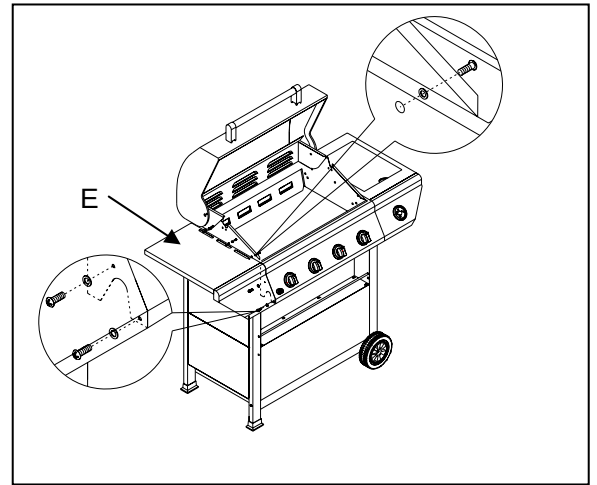

Fig. 16
- a) Inserte la válvula del mechero lateral en el estante del mechero lateral del panel de control (D). Alinee los tornillos de la válvula con el lado grande de los orificios del bisel. Afloje levemente los tornillos sin retirarlos. Deslice los tornillos hacia abajo dentro de los orificios pequeños y ajústelos para asegurarlos. Retire los dos tornillos de 4 mm con las arandelas de, como se muestra en la Fig. 16.